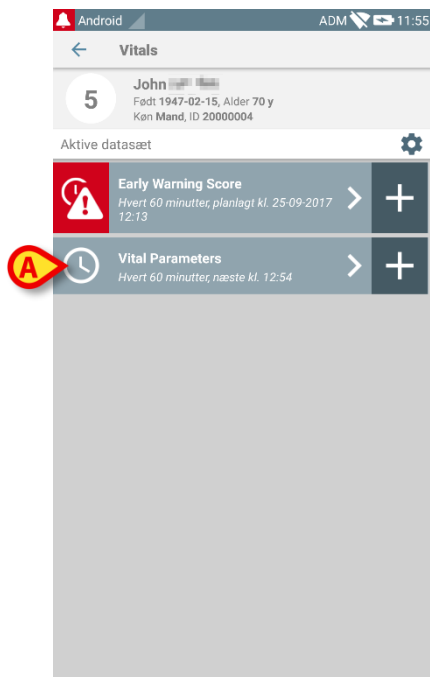

Fig. 71
For at redigere et eksisterende datasæt på skærmen med listen over datasæt (Fig. 71):
- Vælg det relevante datasæt (eksempelvis Fig. 71 **A**). Oversigten over de indlæste datasæt åbnes (Fig. 72).